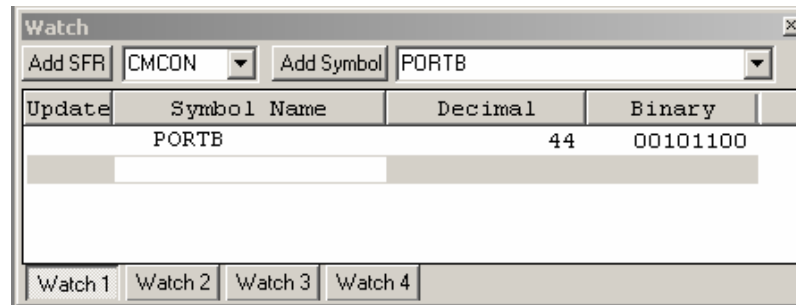
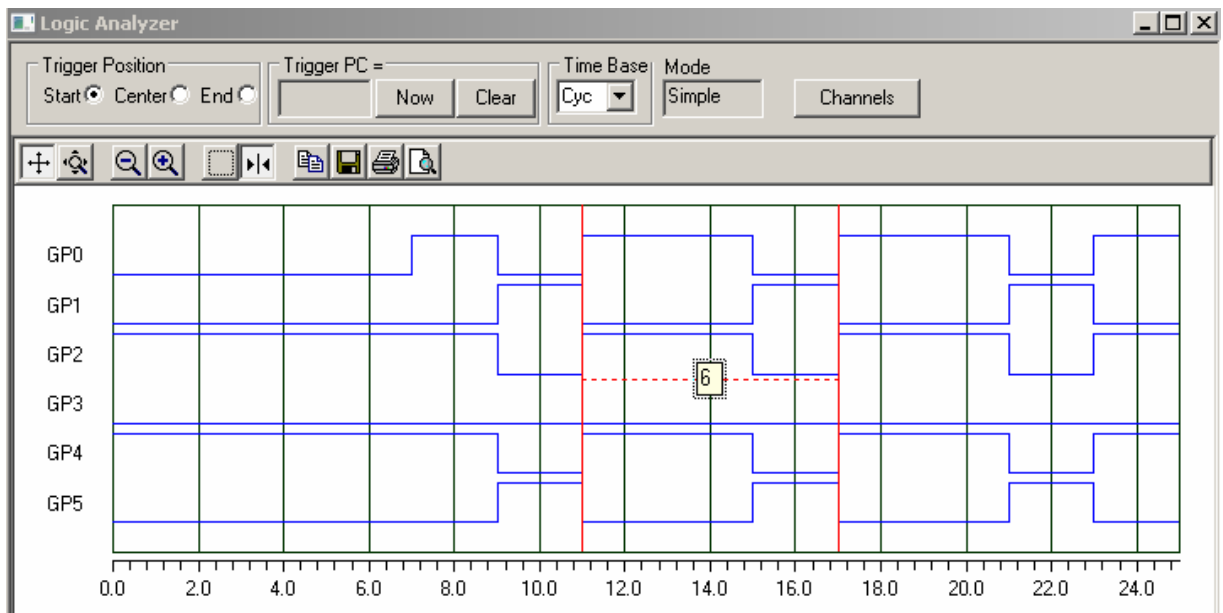

Рис. 30. Окно отображения состояния переменных.
Рис. 31. Временные диаграммы внешних сигналов контроллера. Измерение временных интервалов.
9. Откройте окно отображения состояния переменных программы (View > Watch) и выберите из списка переменную (Рис. 30).
10. Выполняя программу по шагам (команда **Step Into**, Рис. 5) наблюдайте за работой виртуального контроллера по состоянию его регистров и портов (Рис. 6, Рис. 30, Рис. 31).
11. Измерьте период выходного сигнала в машинных циклах. Машинный цикл занимает один такт осциллограммы (Рис. 31).